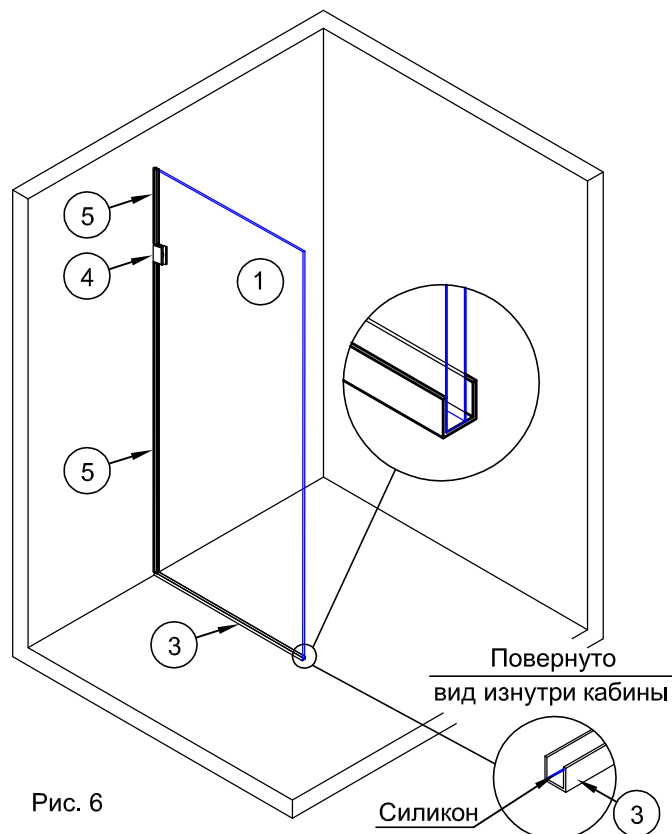

Рис. 6
2.5. Установить уплотнитель №5 на торец стекла боковой стенки от стены. Отрезки уплотнителя подрезать для плотного прилегания к держателю и к профилю №3 (рис.6).
2.6. В середину профиля №3 нанести силиконовый герметик. Количество герметика рассчитать на заполнение всех щелей между профилем и стеклом (рис.6).
2.7. Вставить стекло боковой стенки в профиль №3. Прижать стекло к стене и полу. Внешние торцы профиля №3 и стекла должны совпадать (рис.6).